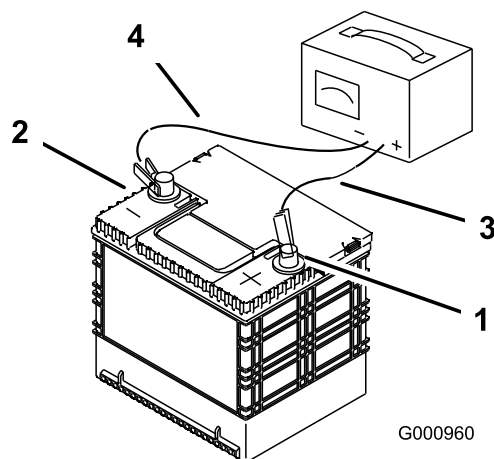

Figure 68
2. Quand la batterie est chargée au maximum, débranchez le chargeur de la prise, puis débranchez les fils du chargeur des bornes de la batterie (Figure 68).